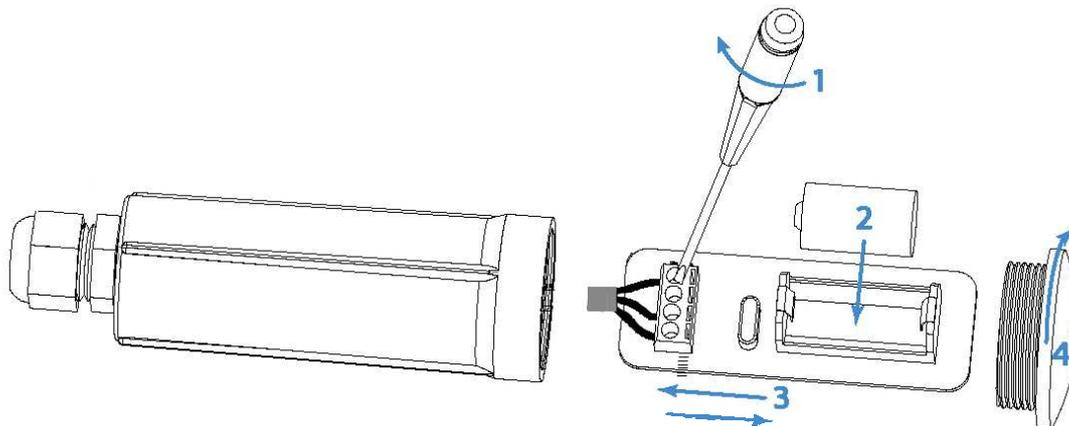

Рис. 1.1 – Подключение датчика DS18B20 к клеммнику
1. Открутите торцевую крышку **4** корпуса тега, вращая её против часовой стрелки. Выньте плату тега **3** из его корпуса (см. Рис. 1.1).